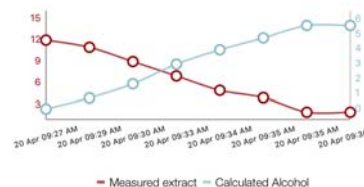

图 11-3: 根据计算得到的酒精含量绘制的发酵曲线
4. 将从设置的发酵起始点开始的所有测量值计算酒精含量。这些值显示在发酵曲线的图形中 (参见图 11-3)。